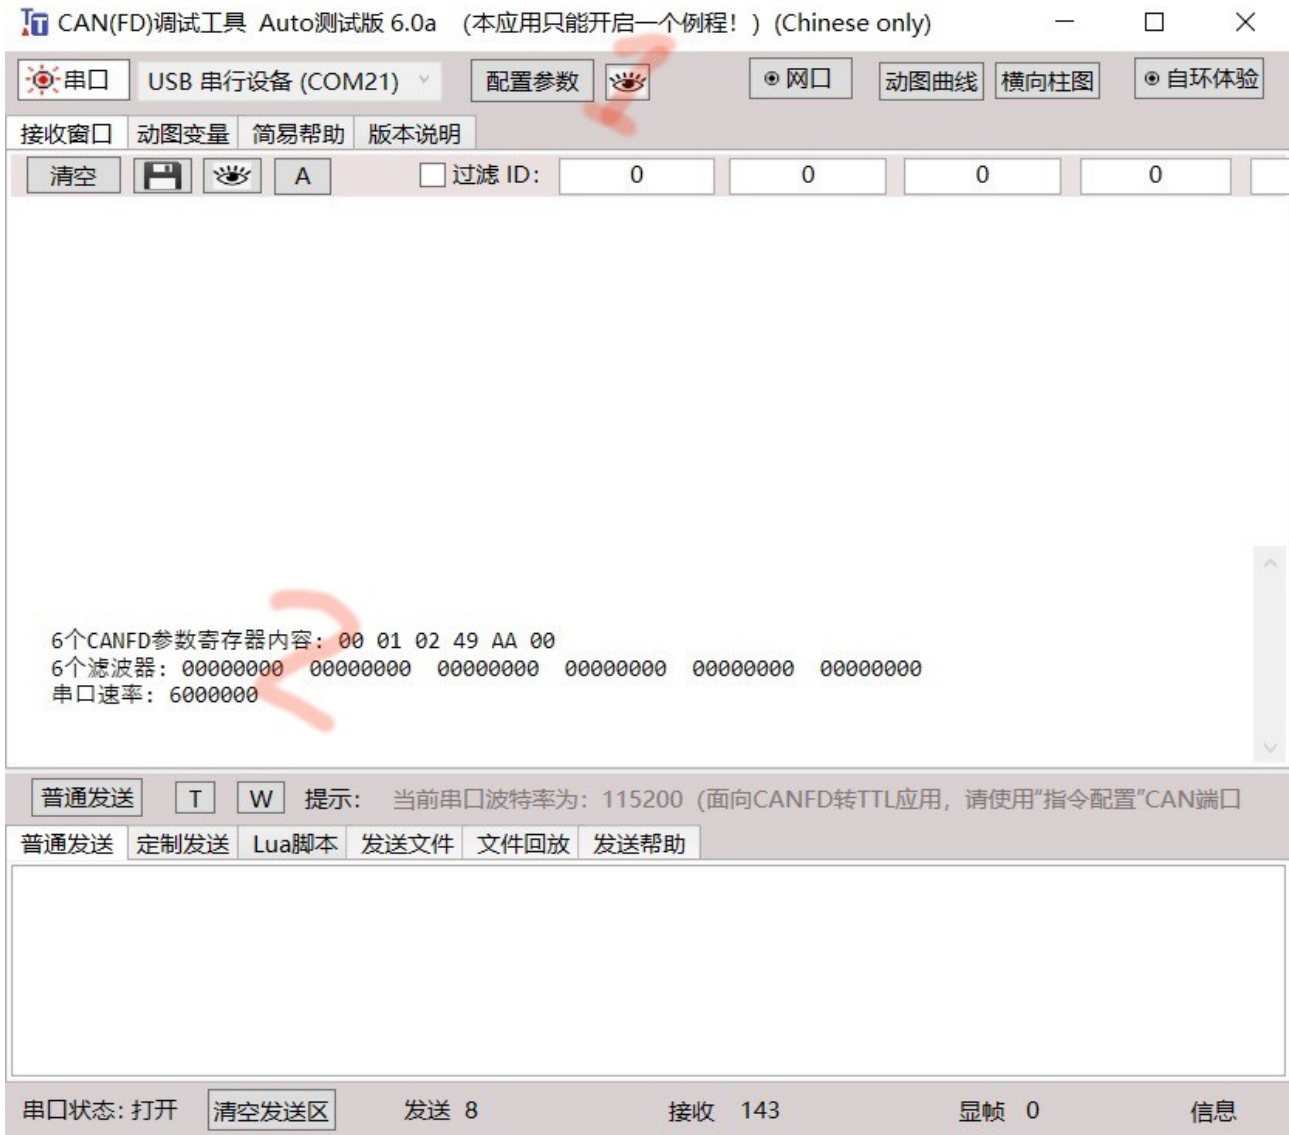

图 7 查看当前配置寄存器的参数
3) 点击“配置参数”按钮右侧的“查看图标”，此时接收窗口会显示当前配置寄存器中的参数，见图 7 所示，按照使用说明书上配置寄